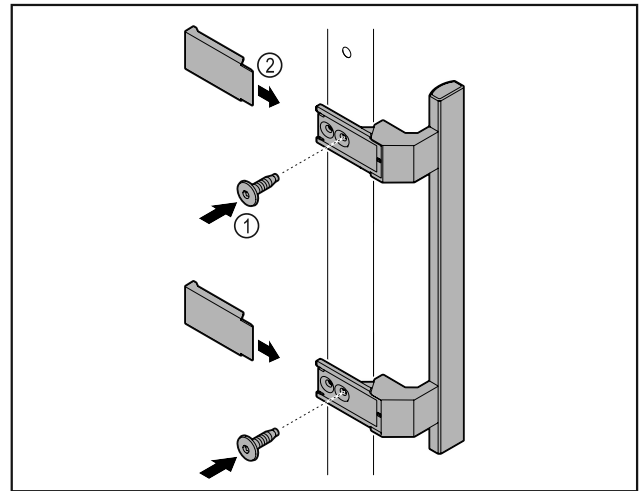

Fig. 57
- ▶ Установите на двери ручку из набора принадлежностей, используя прилагающиеся винты Fig. 57 (1).
- ▶ Установите крышку Fig. 57 (2).